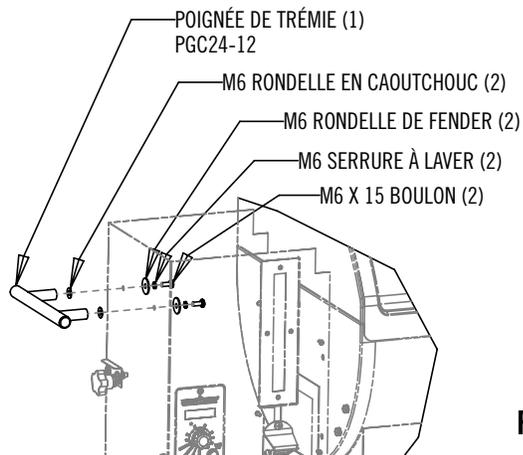

FIG. 4
1. Installez la poignée de la trémie comme indiqué sur la Fig. 4.